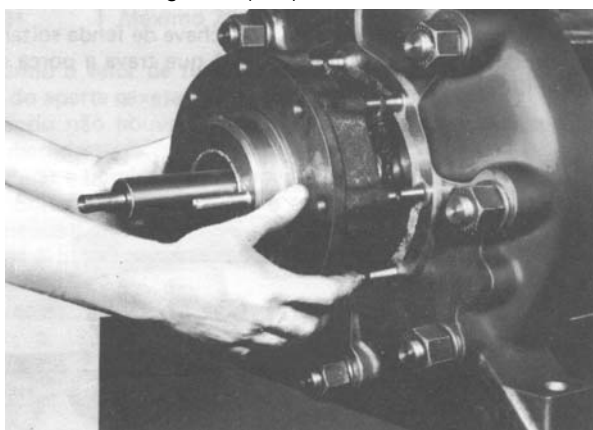

Figura 32 – Extração da caixa de gaxeta
- Extrair a caixa de gaxeta (451) e dentro desta sairá os anéis de gaxeta (461) vide Figura 32.